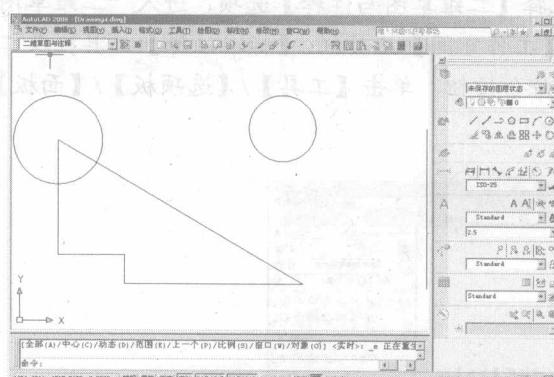

图 1-8 显示全部图形
11. 单击程序窗口右边【面板】上的 按钮，图形又全部显示在窗口中，如图 1-8 所示。